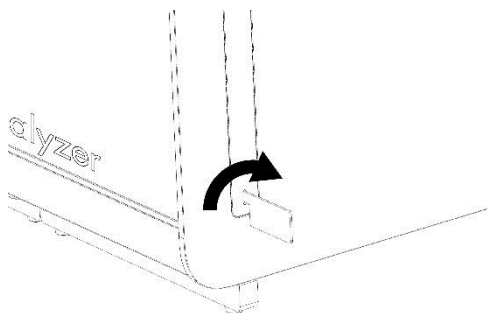

Figura 12. Retirada de las tapas de protección.
3. Retire las tapas de protección de la parte lateral del módulo analítico con la herramienta de retirada de la tapa de protección suministrada con el QIAstat-Dx Analyzer 1.0 (figura 12).